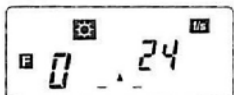

Fig. 12
2. Après que l'indication "1/8000" ait été affichée, l'échelle de "cine" est affichée (si l'angle de l'obturateur est de 180°) (Figure 12).